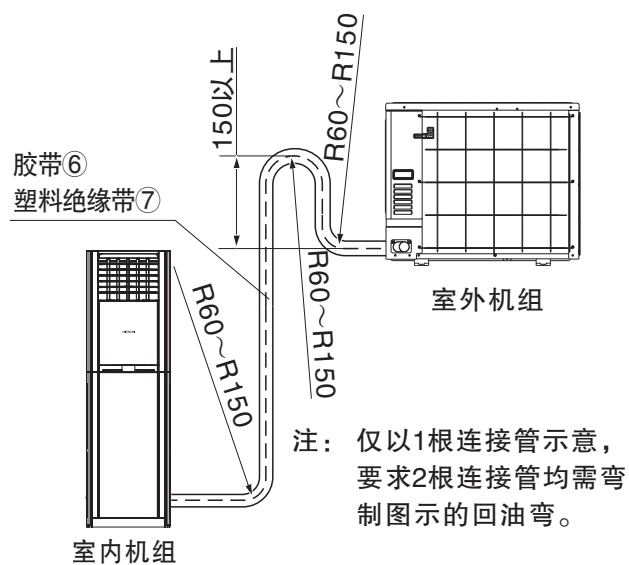

图8
(2) 安装时如必须加长连接管, 请按表(1)要求连接。
(3) 室内、外机高度差必须小于5米。
(4) 当室外机比室内机高时, 必须将铜管弯制“回油弯”如图8。